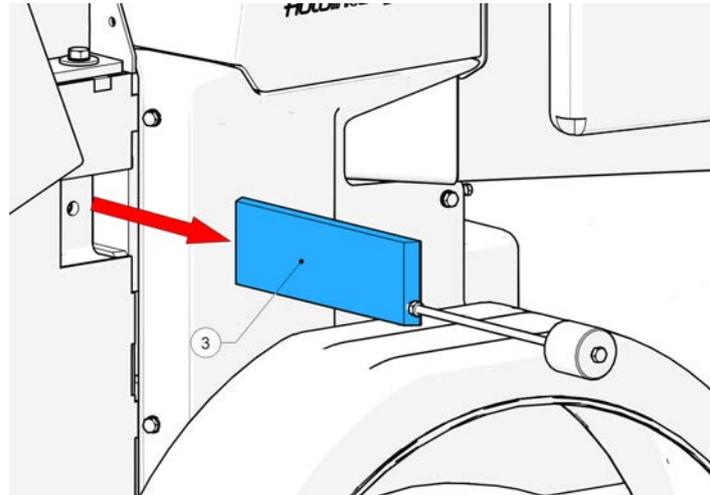

Figure 63 - Enclume retirée
10. À l'aide du marteau à inertie, retirez l'enclume (3, Figure 63) par le côté de la chambre.